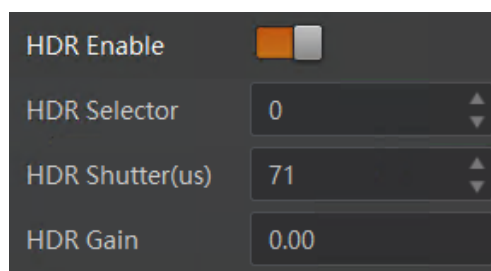

图11-22 HDR 设置
2. 选择 *HDR Selector*，调整 *HDR Shutter* 参数和 *HDR Gain* 参数的数值，分别对每一组参数进行设置，如图 11-22 所示。